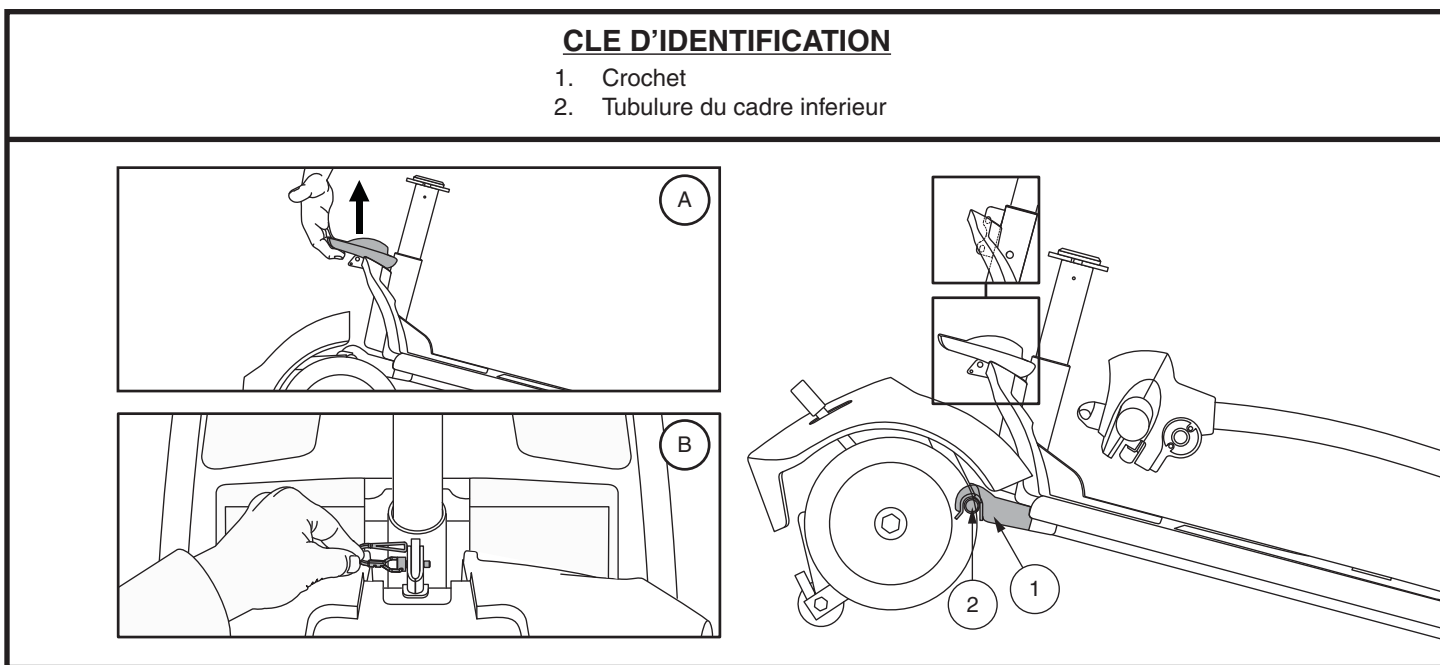

Figure 26. Levier de blocage du cadre (Style A) et Libérez la goupille de verrouillage de blocage du châssis (Style B)
4. Séparez doucement les sections du Travel Scooter. **Voir la figure 26.**
NOTE: Avant de débuter l'assemblage, basculez légèrement la section arrière du Travel Scooter vers ses rolettes antibascule tel que montré dans la figure 26.
1. Soulevez la section avant par le levier de blocage (ou le mât du siège sur les modèles 36, 336, 83, et 84) et alignez les crochets avec la tubulure de la section arrière. **Voir la figure 26.**
2. Une fois que les crochets du châssis sont sur le tube inférieur du châssis, abaissez la section inférieure avant et faites pivoter la section arrière simultanément. Ceci engagera le verrouillage du châssis automatiquement pour les modèles 39, 40LX, 40X, 44X, 40E, 44E, 44LX, 49, 50LX, 54LX, 53, 53HD, 54, 54HD, 73, et 74. Pour les modèles 36, 83, et 84, vous aurez besoin de réinstaller la goupille de verrouillage du châssis pour terminer l'assemblage du corps. **Voir la figure 26.**